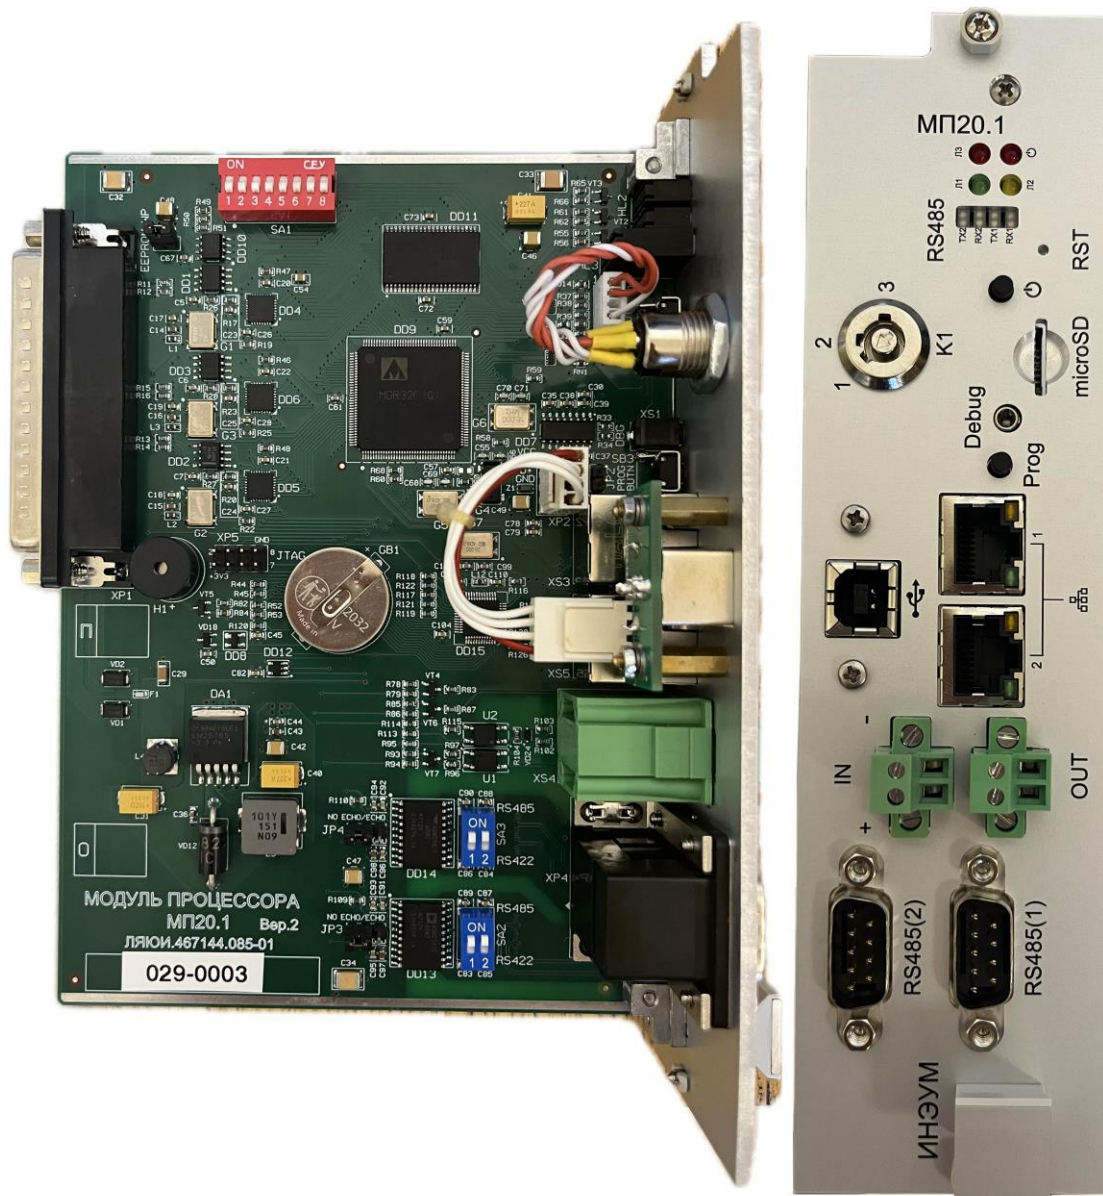

Рисунок 1.1 – Внешний вид МП20.1
- интерфейсные разъемы: LAN Ethernet «1» и «2», «RS485(1)», «RS485(2), USB-Device (см. рисунок 1.1);